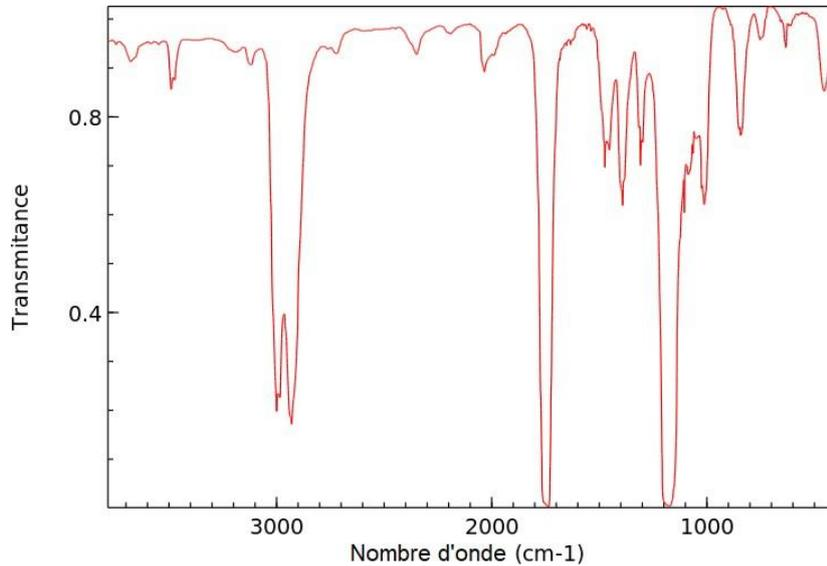

figure 2 : spectre infrarouge du distillat
11. L'enregistrement du spectre infrarouge du distillat obtenu lors de la mise en œuvre du protocole 2 est représenté **figure 2**. Discuter la compatibilité de ce spectre avec l'espèce chimique attendue dans le distillat.